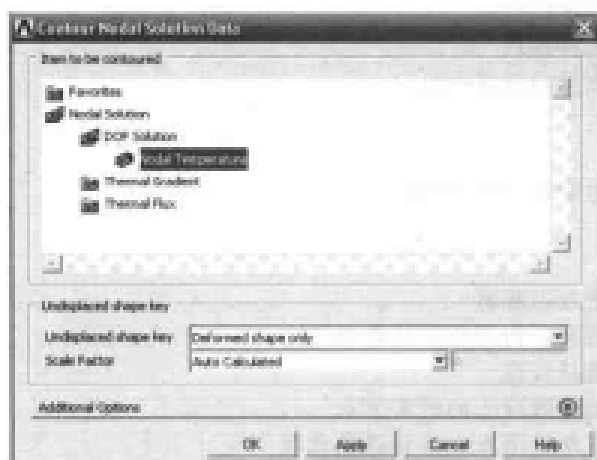
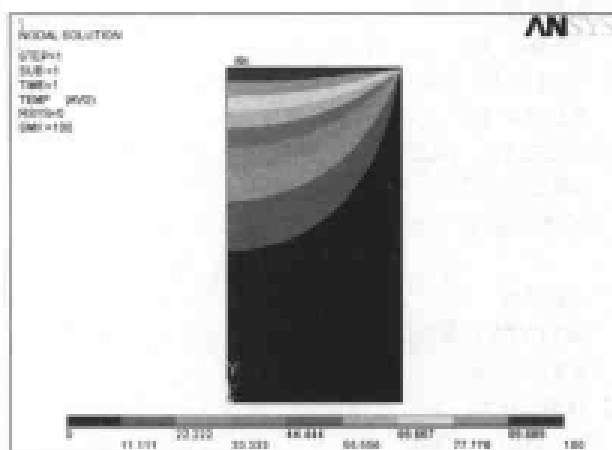

图 9-22 显示节点求解结果对话框
图 9-23 温度场分布等值线图
(1) 选择 Main Menu | General Postproc | Plot Results | Contour Plot | Nodal Solu 命令, 出现 Contour Nodal Solution Data 对话框, 选择 Nodal Solu | DOF Solution | Nodal Temperature 选项, 如图 9-22 所示, 单击 OK 按钮, ANSYS 显示窗口显示温度场等值线图, 如图 9-23 所示。